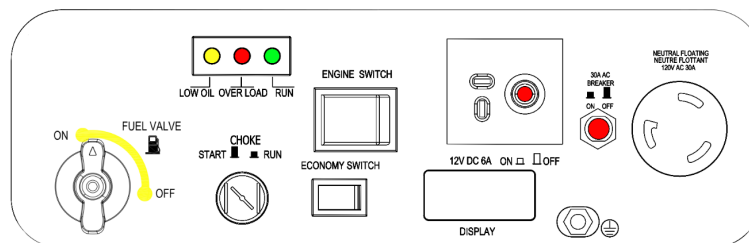

Ilustración 2. Paneles de control
2.2 Panel de Control, Ilustración 2.